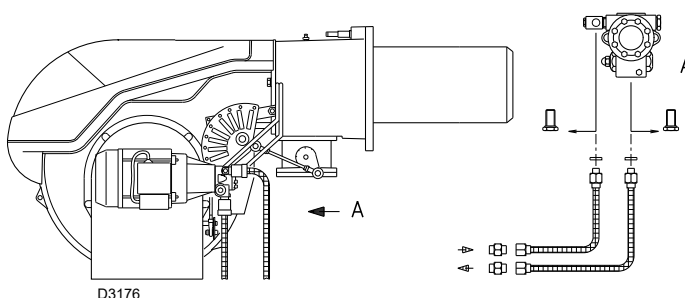

Fig. 20
Les pompes ont un bypass qui fait communiquer le retour et l'aspiration. Elles sont installées sur le brûleur avec le bypass fermé par la vis 6)(Fig. 20). Il faut donc raccorder les tubes flexibles à la pompe.
**Légende (Fig. 20)**